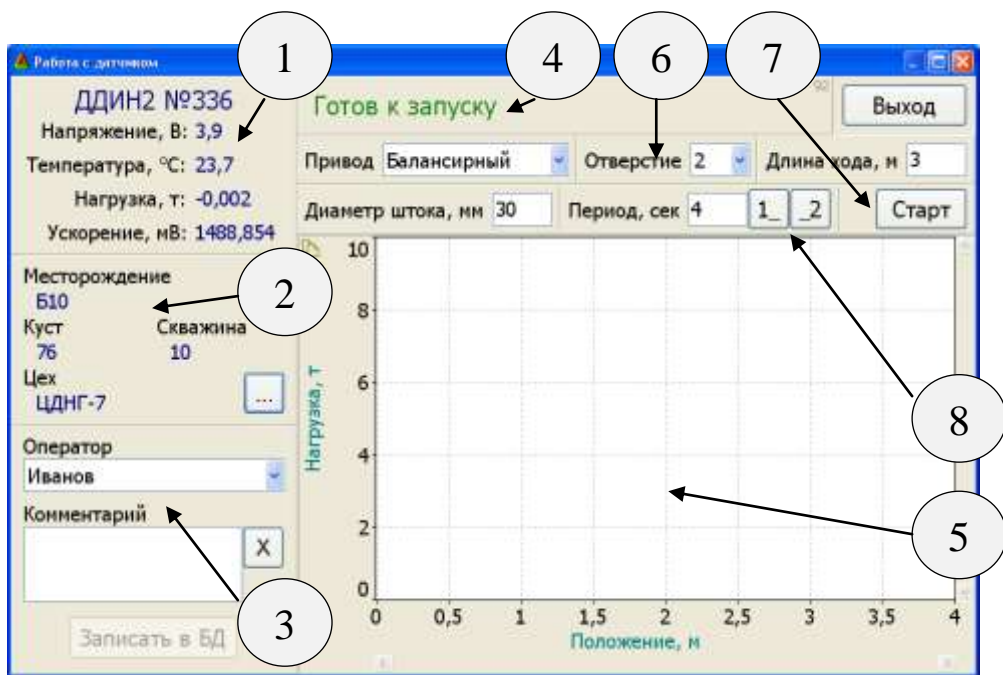

Рисунок 10. Панель управления датчиком
В случае успешного подключения появится панель управления датчиком (см. Рис. 10).
- Проверить, и, при необходимости, изменить реквизиты скважины (п.2 рисунок 10).
- Указать оператора, выбрать вид исследования, ввести пояснения (п.3 рисунок 10).
- Указать параметры установки качания (п.6 рисунок 10).
- Убедиться, что датчик находится в состоянии «Готов к запуску» (п.4 рисунок 10) и нажать кнопку «Старт» (п.7 рисунок 10).
- После расчета полученная динамограмма выведется на экран (п.5 рисунок 10).